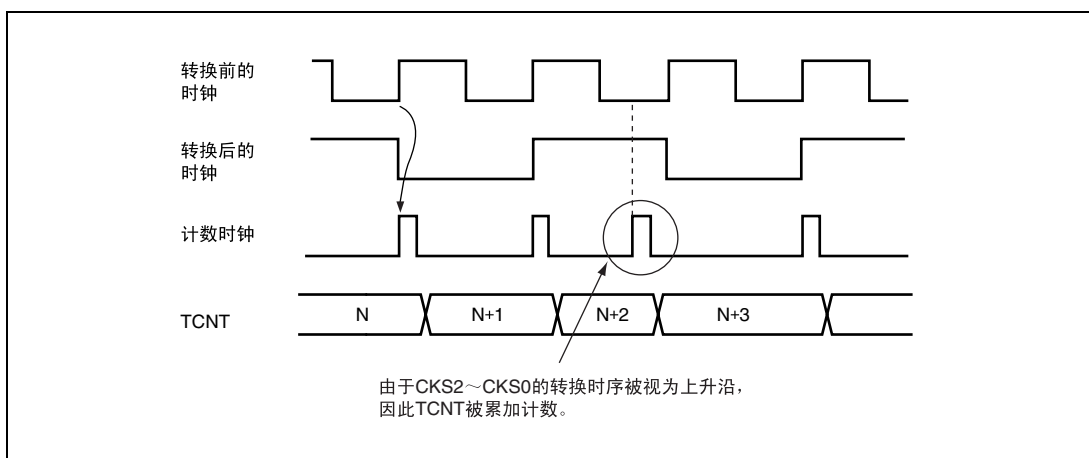

图 11.25 内部时钟的转换和 TCNT 运行
3. 根据转换内部时钟的时序，TCNT可能被累加计数。在使用内部时钟时，在检测到系统时钟（ Φ ）分频后的内部时钟的上升沿后，产生计数时钟。因此，如图11.25所示，如果在转换前的时钟“低”电平→转换后的时钟“高”电平的时序转换时钟，转换时序就被视为上升沿，产生计数时钟，进行TCNT的累加计数。